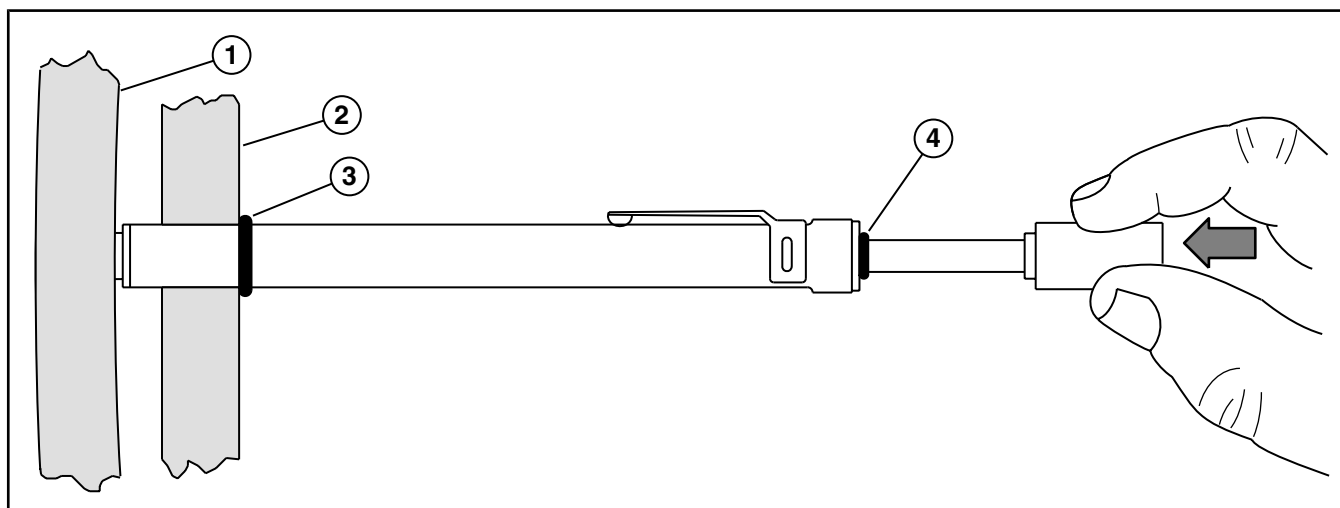

Рисунок 7.05-14: Проверка натяжения ремня
- b. Разместите основание крупного уплотнительного кольца (см. Рисунок 7.05-14) на заданной отметке, см. Таблица 7.05-8.